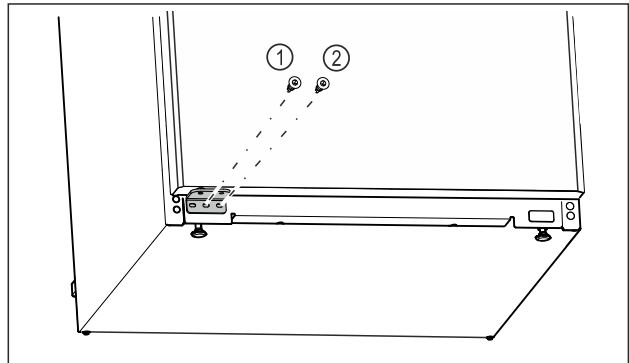

Fig. 26
- ▶ Zaskrutkujte strednú skrutku ložiskovej konzoly Fig. 26 (1) skrutkovačom Torx 20.
- ▶ Zaskrutkujte vnútornú skrutku ložiskovej konzoly Fig. 26 (2) skrutkovačom Torx 20.